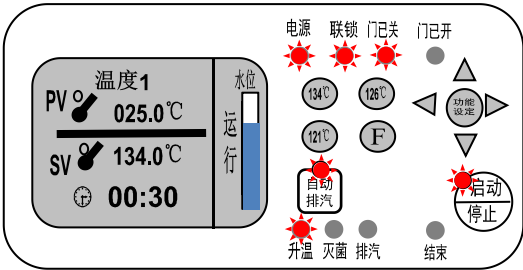

图 16
1. 闭合上盖，将门开关手柄扳至 位置，按下启动键，杀菌锅进入升温运行状态（见图 16）